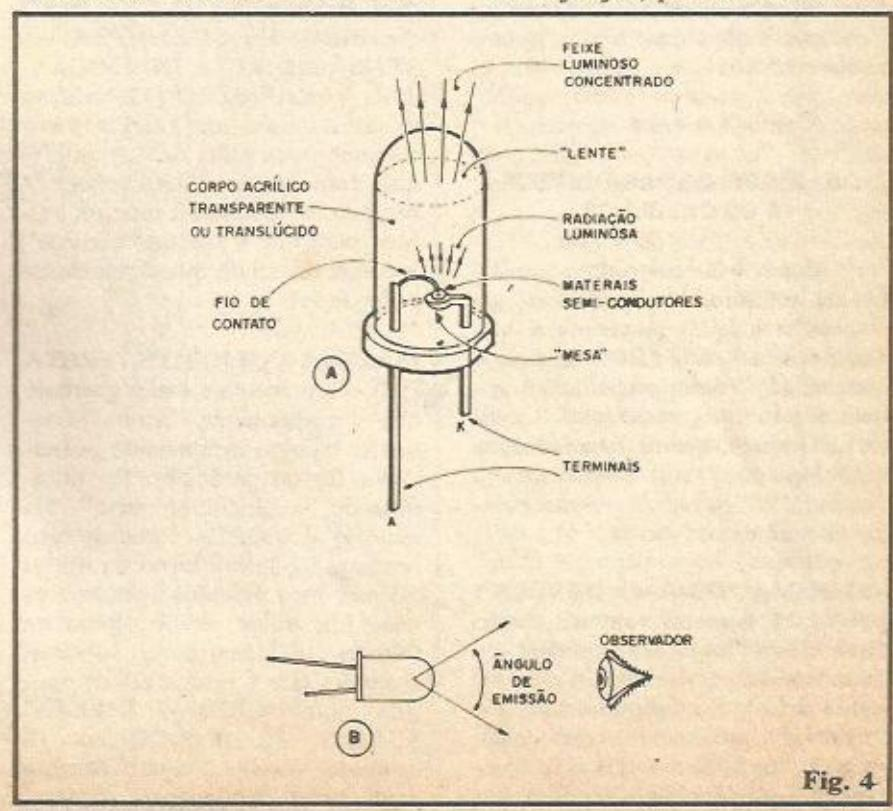

Fig. 4
- FIG. 4-A - "Radiografia" de um LED comum, com suas "entradas" vistas de modo que o Leitor/Aluno entenda bem a construção industrial do componente. O encapsulamento é quase sempre feito de acrílico transparente ou translúcido, permitindo a "passagem" da radiação luminosa gerada na junção, para o "mundo ex-
**- FIG. 4-B** - Um aspecto prático importante: devido ao efeito lenticular e concentrador gerado pelo formato do topo do encapsulamento, embora o rendimento ótico fique otimizado, o ângulo de emissão de luz (pelo menos num LED redondo - que é o nome popularmente dado ao modelo mostrado na figura, e que, ocasionalmente, é o mais comum...) é relativamente estreito. Isso faz com que um observador "lateral" não possa notar a plenitude da luminosidade emitida. Para "ver toda a luz", é necessário postar-se na posição indicada na figura, para o observador...